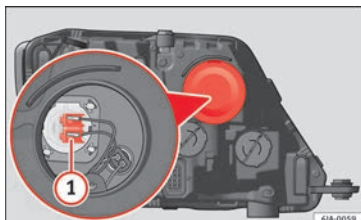

Fig. 90 Cambio de lámpara de la luz de carretera.
- Extraiga el conector»» **fig. 90** ① tirando hacia afuera.